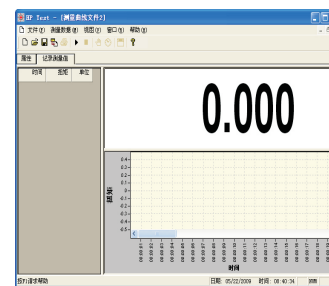

图9
- G. 设置好参数后，点击记录测量值选项卡，切换到曲线显示界面；点击开始按钮▶后，再按TIMER键进行采集测试数据曲线（图9）；